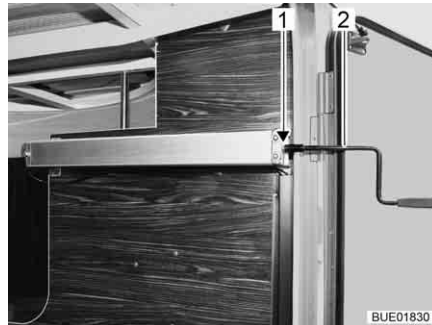

Bild 143 Kurbel in Heckgarage
- Kurbel (Bild 143,2) auf Zapfen (Bild 143,1) stecken.